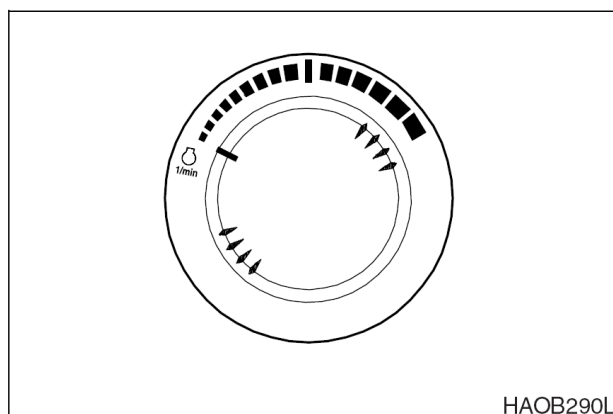

Рис. 27
- Установить диск скорости двигателя на низкие обороты холостого хода (**LOW IDLE**), рис. 27. Дать двигателю поработать на холостом ходу 3-5 минут.